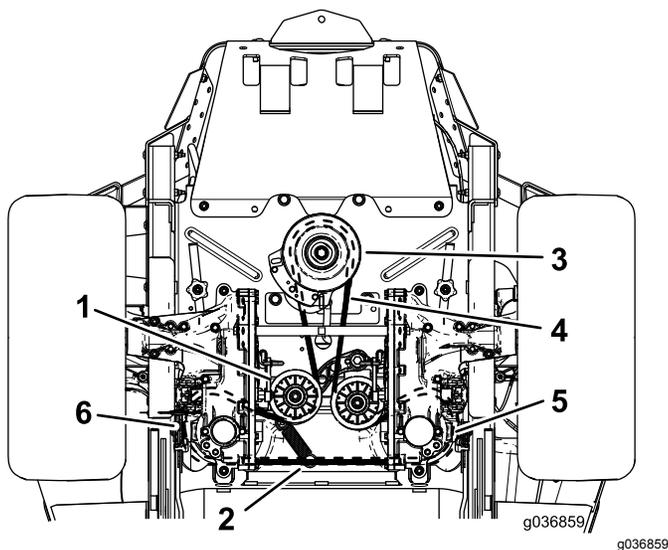

Figure 93
- Soulevez la machine sur des chandelles (Figure 93).
- Décrochez le ressort de la poulie de tension du tenon (Figure 93).
- Placez une courroie neuve sur la poulie du moteur et les 2 poulies de la pompe hydraulique (Figure 93).